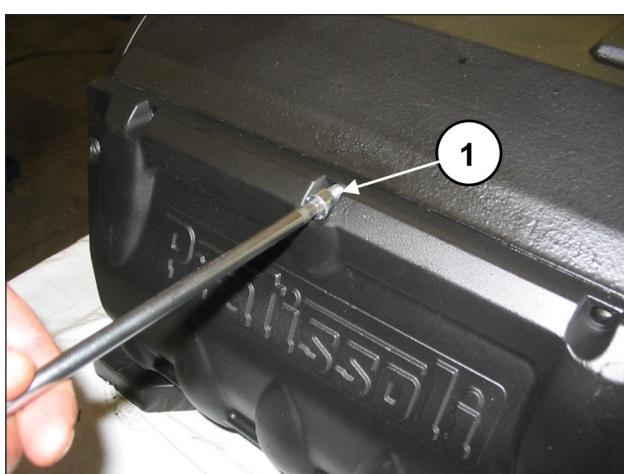

Рис. 85
Вставьте уплотнительное кольцо в заднюю крышку (поз. ①, Рис. 84) и закрепите ее на картере с помощью 10 винтов M8x18 (поз. ①, Рис. 85).